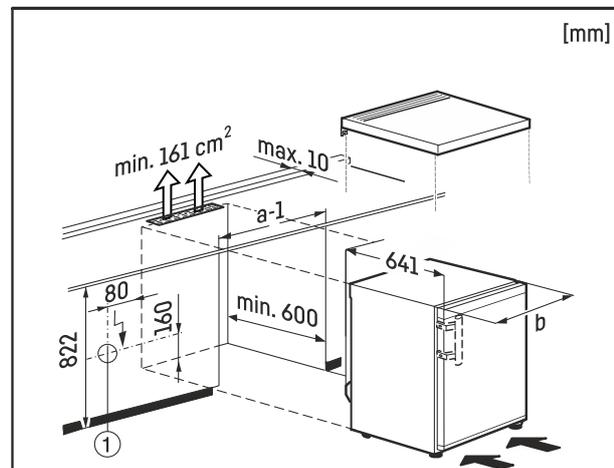

Fig. 4
Die Steckdose *Fig. 4 (1)* muss dabei außerhalb der Geräte- rückseite liegen und leicht zugänglich sein.